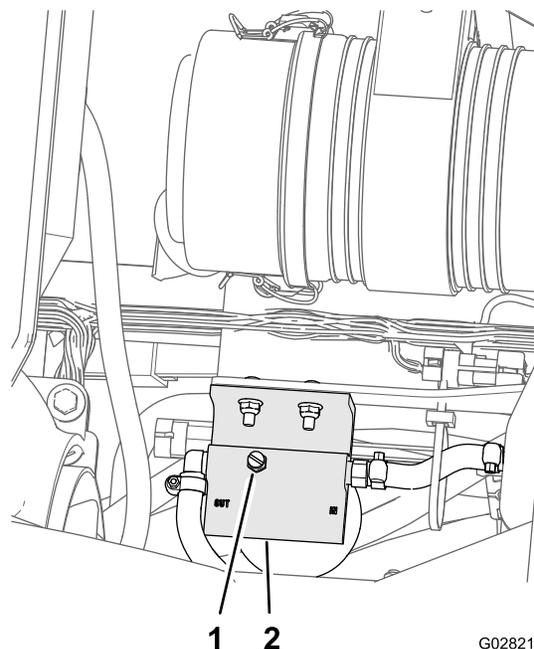

Figura 54
5. Desaperte o tampão de ventilação na parte superior do separador combustível/óleo (Figura 54)
7. Aperte o tampão de ventilação (Figura 54) e rode o interruptor da ignição para a posição Off.